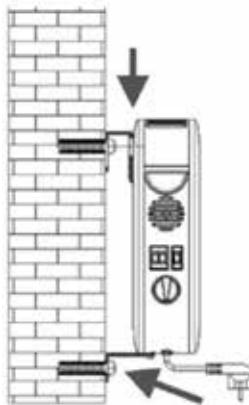

Abb. 7
- Das Gerät hängen Sie auf die Aufhängehaken in der Wand auf und die unteren Distanzstützen befestigen Sie mit Hilfe der Holzschauben in die Bohrlöcher in der Wand (Abb. 7).